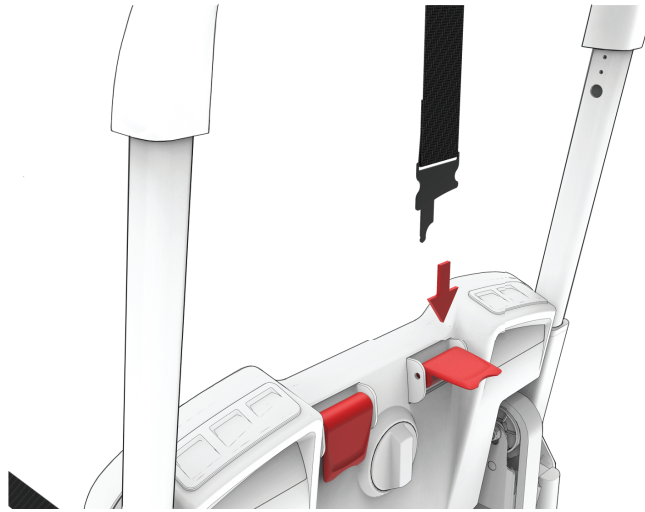

Rysunek 22 – Zacisk oparcia pleców do lokalizacji słupka
- Przymocuj prawy zacisk oparcia pleców pacjenta do prawego słupka oparcia pleców pacjenta (Rysunek 22). Pociągnij zacisk oparcia pleców do góry, aż mniejszy otwór zablokuje się na swoim miejscu.